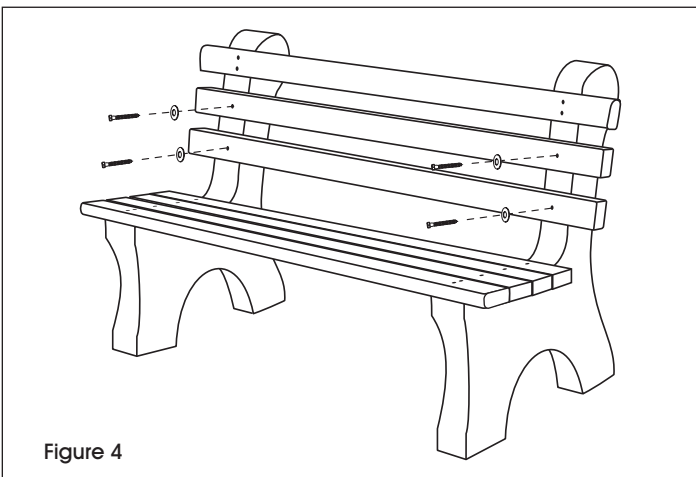

Figure 4
3. Alignez les deux planchettes à un trou restantes sur les trous prépercés de la partie dossier des bases de banc. Fixez-les lâchement à l'aide des vis tire-fonds de 3 ½ po, des rondelles, de la perceuse et de la douille tournevis de 7/16 po (Serrez les vis plus tard à l'étape 7). (Voir Figure 4)